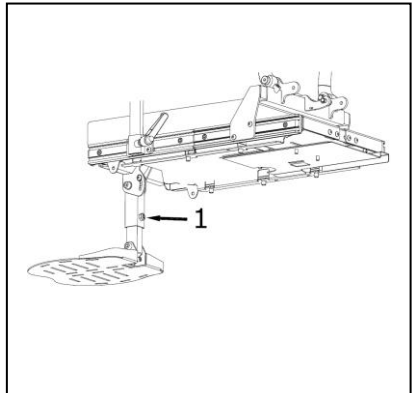

Figure 4.9
**Réglage de la longueur du maintien de mollet (fig. 4.9).**
1. Desserrer les boulons (1) de quelques tours.
2. Faire coulisser le maintien de mollet jusque dans la position souhaitée (2).